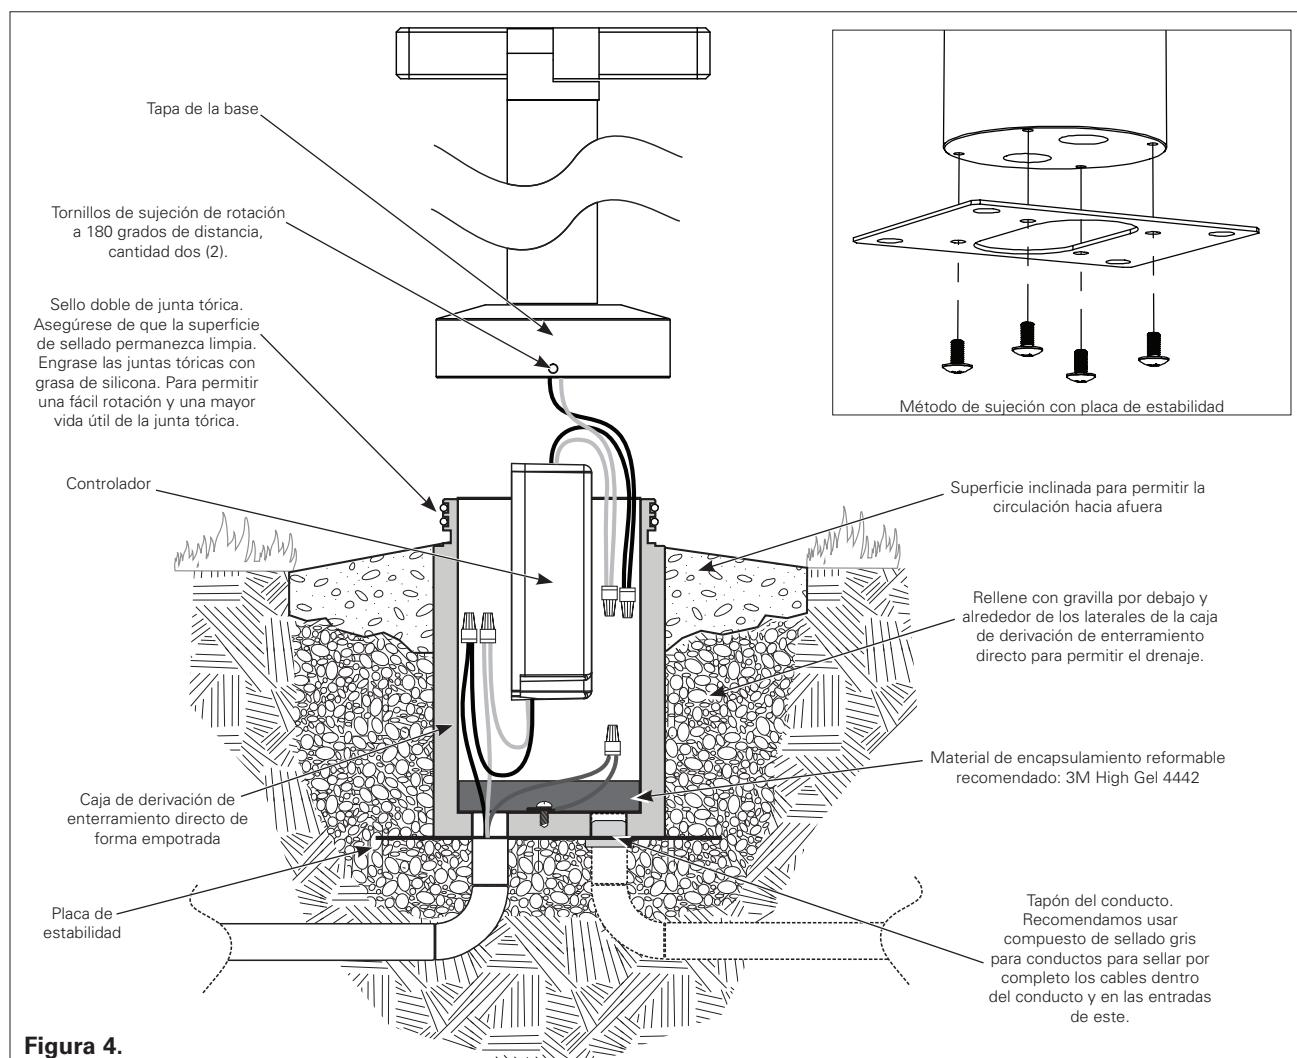

Figura 4.
3. Sujete la placa de montaje de estabilidad según sea necesario. Se sujetará a la base de la caja de derivación con los cuatro tornillos de cabeza Phillips de 10-32 (incluidos). Consulte la Figura 4 como referencia. La placa de estabilidad ha sido diseñada para admitir pernos de anclaje de 3/8" para brindar un soporte adicional en las aplicaciones de vertido de tierra o concreto.